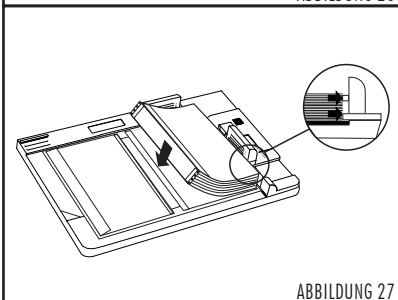

ABBILDUNG 27
3. Platzieren Sie den Papierblock so auf dem Hardcover™ Umschlag, dass er bündig mit der transparenten Anlagevorrichtung abschließt. Drücken Sie nun den Papierblock an der linken Seite fest nach unten, damit er durch den schmalen Klebestreifen fixiert wird (siehe Abbildung 27). Ihr Buch befindet sich somit mittig auf dem Hardcover™ Umschlag.